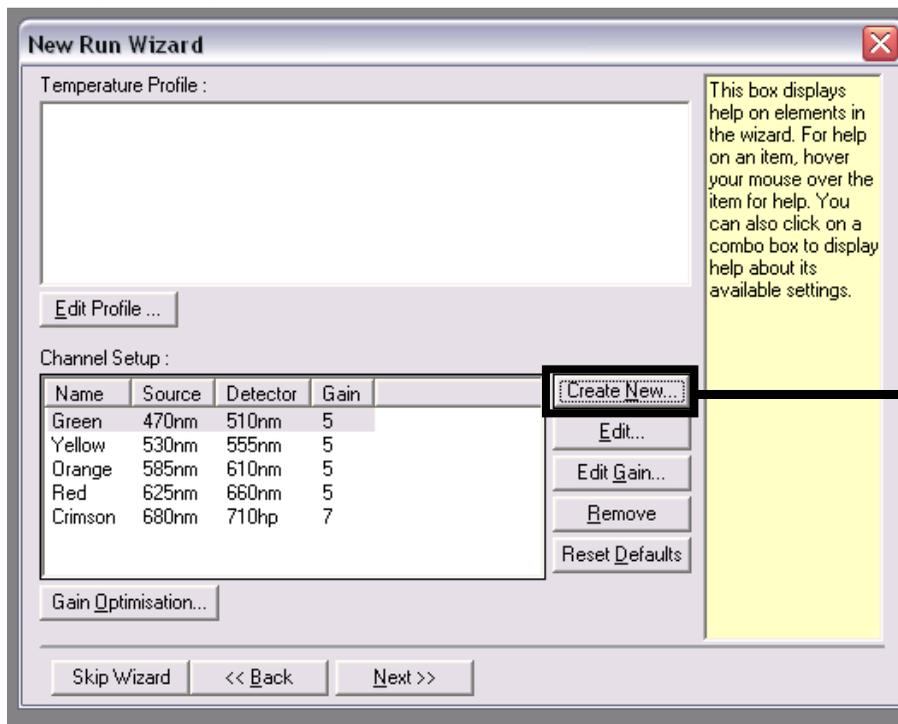
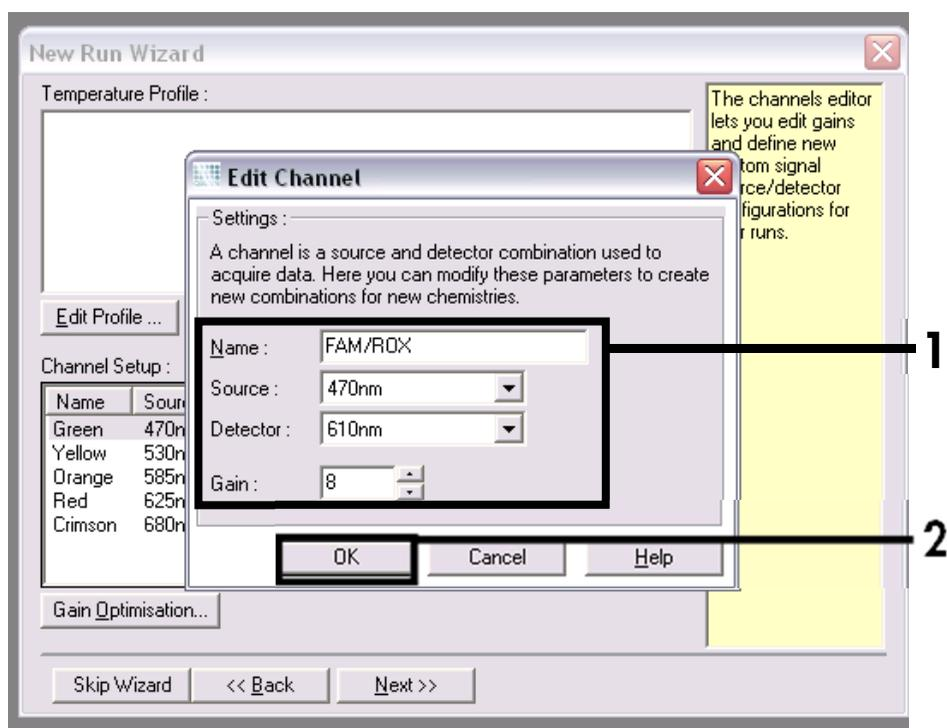
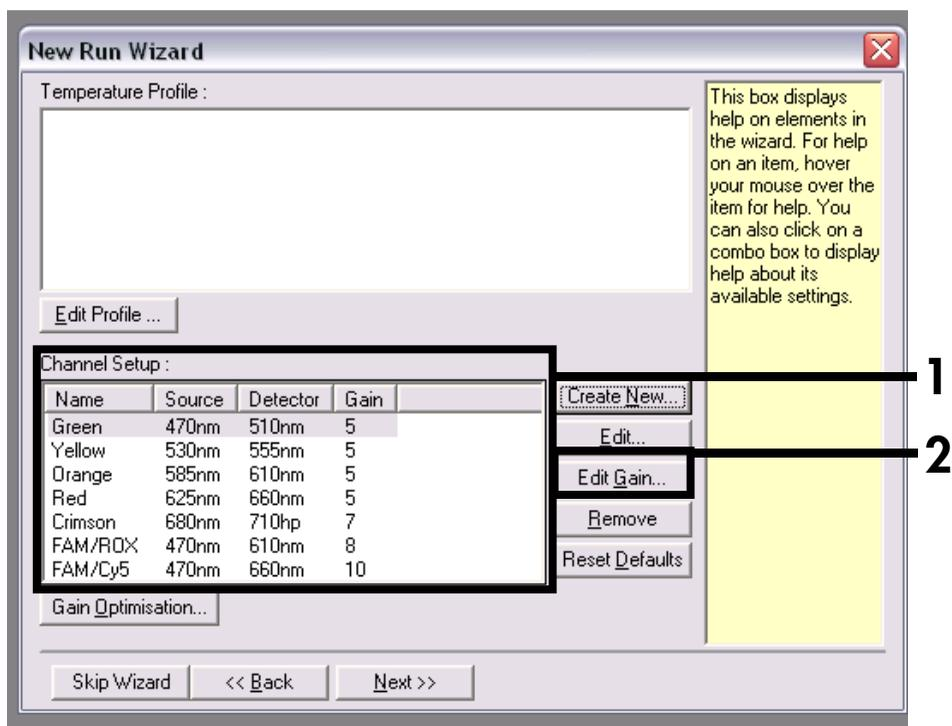

Figura 4. Creación de canales nuevos.
Figura 5. Creación del canal nuevo "FAM/ROX".
Figura 7. Canales nuevos incluidos.
Creación de nuevos canales	Figura 4 a Figura 7
9. Haga clic en el botón “Create New” (Crear nuevo) en el siguiente cuadro de diálogo “New Run Wizard” (**Figura 4**) y programe dos canales adicionales, como se muestra en las **Figura 5 a Figura 7**.